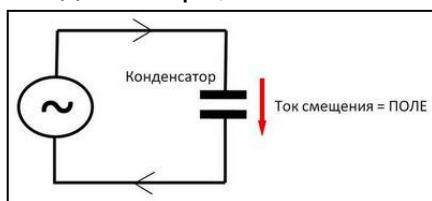
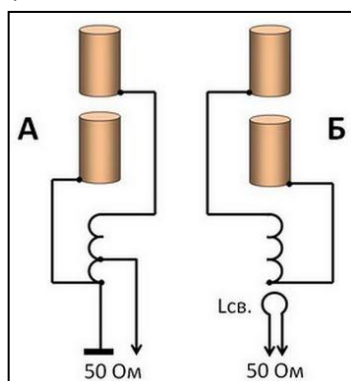

Рис.3
Рис.5 А- автотрансформаторная. Б- с катушкой связи
Ранее мы упоминали, что принцип излучения у Диполя и ЕН антенны разный, за счет токов **проводимости** у Дипольных антенн и токов **смещения** у ЕН антенн. Также уместно напомнить, что из учебников известно: ток проводимости в цепи равен току смещения (т.е. объясняется, как ток "перепрыгивает" через обкладки конденсатора). Ток смещения придумал Максвелл по аналогии с током проводимости. На мой взгляд, ток смещения - это просто ПОЛЕ! т.е. в конденсаторе создается сразу ПОЛЕ, благодаря разности потенциалов на обкладках конденсатора, Рис.3.
Ну вот, казалось бы все просто. Берем две банки (развернутый в пространстве конденсатор), мотаем катушку... в руки паяльник, соединяем и идем работать в эфире :-). Оказывается не все так просто, постараюсь объяснить. Дело в том, что если мы спаяем такую схему, в полученный контур внесутся потери генератора, а ведь есть еще и кабель, соединяющий генератор и конструкцию, а там не только активные потери,... надо еще согласовать генератор и полученную конструкцию..., есть еще много паразитных емкостей и т.д. Что надо сделать, чтобы превратить все это в согласованную излучающую антенну? Во первых согласование! Надо согласовать последовательный контур (наша антенна) с кабелем, соединяющим нашу антенну и генератор. Небольшое отступление. Всем советую ознакомиться с классической книгой "50-и омная схмотехника", автор Ред. Как согласовать? Есть два основных способа, используемых в ЕН антеннах: это автотрансформаторная схема (А), ее часто называют "Star" и согласование с помощью катушки вязи (Б). Покажем схематически эти две схемы, см. Рис.5.
Для рассмотрения нам потребуется ТОЛЬКО основной излучающий элемент т.е. цилиндры. И так, мы имеем последовательный колебательный контур, состоящий из конденсатора (это два цилиндра) и катушки индуктивности (настройки), Рис.3, Рис.5. Этот контур настраивается на рабочую частоту с помощью небольшого изменения величины индуктивности (как это делается, также будет сказано в главе о настройке антенны). Проследим процессы, происходящие в емкости (излучающем элементе), обращу внимание - рассматриваем ТОЛЬКО процессы между цилиндрами:
- 1. В **последовательном** колебательном контуре напряжение на элементах контура равно в **Q** (добротность контура) раз больше, чем подводимое к контуру, см. Рис.3. - это очень важно!
- 6. Но и это не все. Посмотрите на рисунок Рис.5. Мы видим, что подводимое напряжение к антенне трансформируется в более высокую величину равную коэффициенту трансформации (автотрансформаторная схема или с катушкой связи) и это не считая увеличения напряжения на цилиндрах из-за увеличения напряжения от добротности **Q** !!!